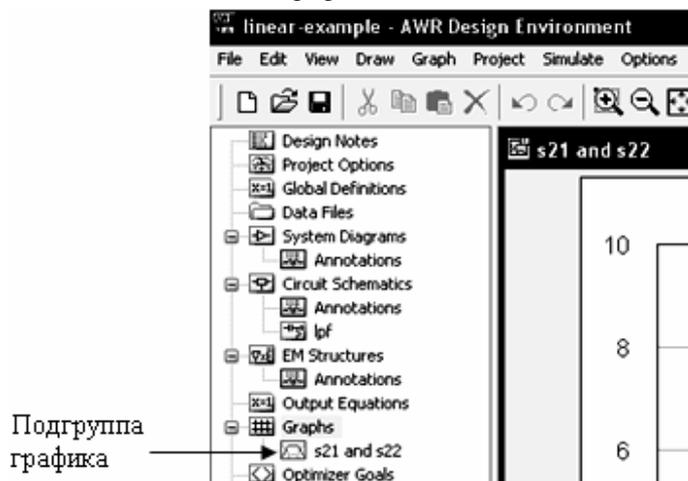

Рис. 2.10
- Наберите **S21 and S11** в поле **Graph Name** (Имя графика). Отметьте **Rectangular** (Прямоугольный) в переключателе **Graph Type** (Тип графика) и нажмите **OK**. Окно графика создаётся на рабочем поле и имя графика появляется как подгруппа в группе **Graphs** в окне просмотра проекта (рис. 2.10).